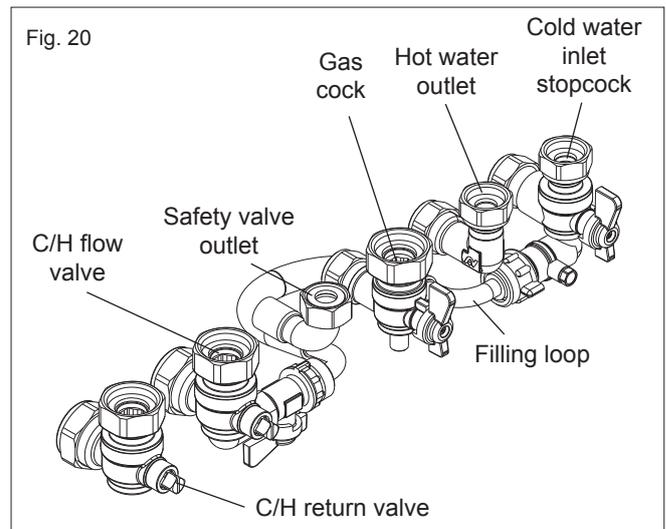

Fig. 20
**5.6.1 GAS (fig. 20)**
**5.6.2 FLOW & RETURN (fig. 20)**
**5.6.3 COLD WATER INLET (fig. 20)**
**5.6.4 HOT WATER OUTLET (fig. 20)**
**5.6.5 SAFETY VALVE (fig. 20)**